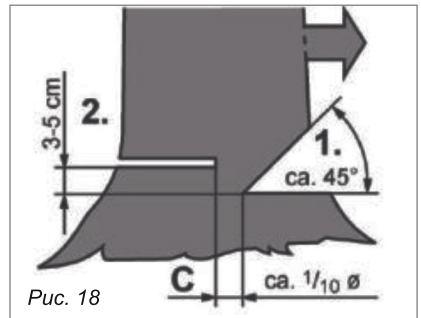

Рис. 18
Вырубка деревьев происходит в два этапа (Рис. 18):
Область (Рис. 18) (C) служит “шарниром” и обеспечивает правильное направление рубки.